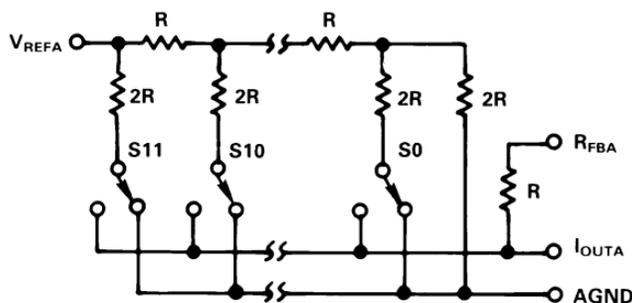
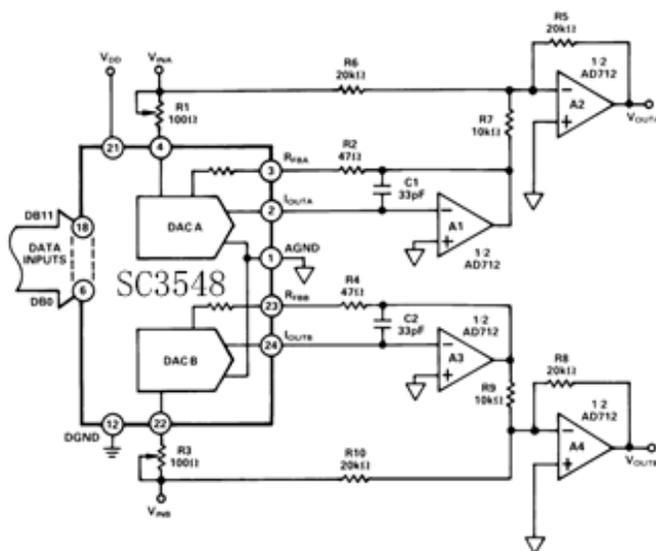

图 5 DACA 的模拟电路图
图 8 双极性操作（偏移二进制编码）
SC3548 内置两个相同的 12 位乘法 D/A 转换器。每个 DAC 由一个高度稳定的 R-2R 梯形图和 12 个 N 沟道电流转向开关组成。图 5 所示为 DAC A 的简化 D/A 电路。在 R-2R 梯形图中，二进制加权电流在  $I_{OUTA}$  和 AGND 之间引导。无论开关状态如何，流经每个梯形桥段的电流都是恒定的。反馈电阻  $R_{FBA}$  与运算放大器（见图 7 和图 8）一起使用，将  $I_{OUTA}$  中流动的电流转换为电压输出。
推荐的双极性工作电路图如图 8 所示。使用偏移二进制编码。
如果不使用 R1，R2（R3，R4），则电阻 R5，R6，R7（R8，R9，R10）的比率应与 0.01% 匹配，以确保增益误差性能符合数据手册规格。在很宽的温度范围内工作时，重要的是电阻器必须具有相同的型号，以便它们的温度系数相匹配。图 8 的代码表在表 8 中给出。
表 8 图 8 中偏移二进制电路的双极性代码表
**输出失调：**图 7 和图 8 等电路中的 CMOS D/A 转换器具有与代码相关的输出电阻，这反过来又会在放大器的输出端产生与代码相关的误差电压。该误差的最大幅度（增加了 D/A 转换器的非线性度）取决于  $V_{OS}$ ，其中  $V_{OS}$  是放大器的输入失调电压。为了保持指定的操作，建议在工作温度范围内  $V_{OS}$  不大于  $(25 \times 10^{-6})(V_{REF})$ 。合适的运算放大器包括 AD711C 及其双通道版本 AD712C。这些运算放大器具有宽带宽和高压摆率，推荐用于宽带宽交流应用。AD711/AD712 设置为 0.01% 时的典型时间为  $1\mu s$ 。
**高频注意事项：**SC3548 输出电容与放大器反馈电阻配合使用，为开环响应增加一个极点。这可能会导致振铃或振荡。通过添加一个与反馈电阻并联的相位补偿电容器，可以恢复稳定性。如图 7 和图 8 中的 C1 和 C2 所示。